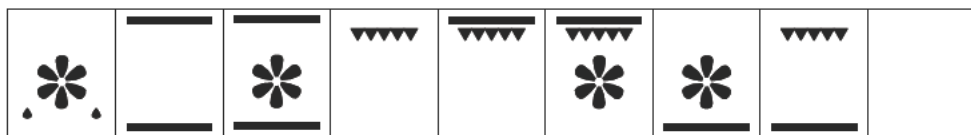

Imagen 5: Modo de función del horno
- En el modo de espera, alterne entre las diferentes funciones girando el interruptor de programación 5 de una en una, consulte la imagen 5 para ver el orden. (El ciclo no se repite, la función del horno recordará el último funcionamiento.)